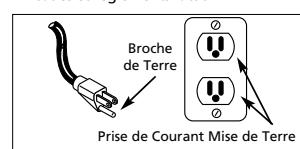

Figure 1 - Méthode de mise à la terre
1. Ce produit est conçu pour l'utilisation d'un circuit de 120 volts et à une fiche de mise à la terre comme celle indiquée sur la Fig. 1. Assurer que le modèle est branché à une prise de courant qui a la même configuration que la fiche. Ce produit doit être mis à la terre. Dans l'évenement d'un court-circuit, la mise à la terre diminue le risque de secousse électrique en fournit un fil d'échappement pour le courant électrique. Ce produit est équipé avec un cordon qui a un fil de terre avec une fiche de terre. La fiche doit être branchée dans une prise de courant qui a été installée et mise à la terre correctement en respectant tous les codes et règlements locaux.